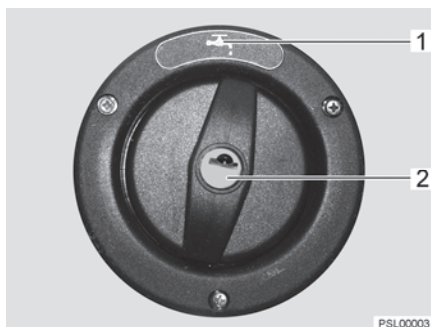

Fig. 189 Coperchio per bocchettone di riempimento dell'acqua potabile
Il bocchettone di riempimento dell'acqua potabile è contrassegnato dal simbolo "H₂O" (Fig. 189,1). Il coperchio viene aperto e chiuso con la chiave per le serrature degli sportelli esterni.
- Inserire la chiave nel cilindro della serratura (Fig. 189,2) e ruotare in senso antiorario di un quarto di giro.
- Aprire il bocchettone di riempimento dell'acqua potabile (Fig. 189).